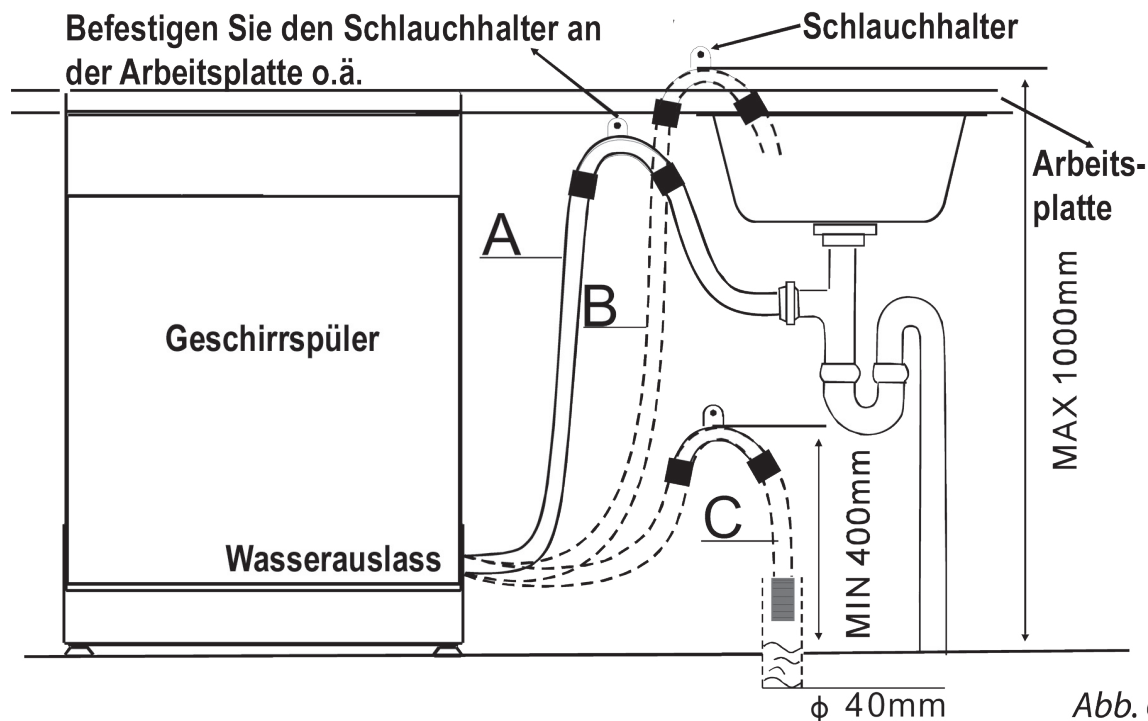

Abb. 6
- 4 Verfahren Sie mit dem Ablaufschlauch wie in Abbildung 6 beschrieben.